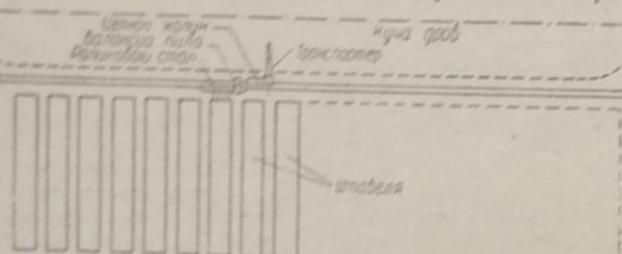

Рис. 1
Рассмотрим предлагаемую Гипролестрансом передвижную установку для разделки балансов. Вдоль фронта штабелей (рис. 1) уложены два узкоколейные железнодорожные пути декавельного (т. е. переносного) типа. По этим путям может передвигаться установка, состоящая из 1) роликового стола, на который подается долготье из штабелей, 2) балансирной пилы, 3) окорочного станка Эйнсельда — ЦНИИМЭ, 4) передвижного цепного транспортера, сбрасывающего готовый баланс в кучу.
2) станки монтируются на специальных тележках и могут передвигаться вдоль фронта штабелей по рельсовым путям (рис. 1).